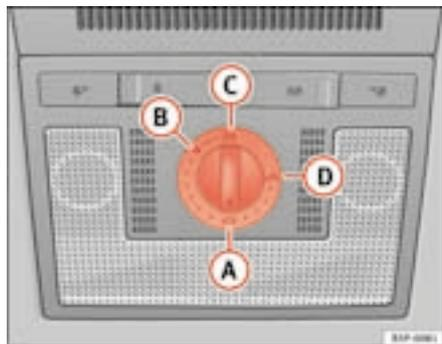

Fig. 70 Pormenor do revestimento interior do tejadilho: botão giratório do tecto de abrir / de levantar
- Rodar o botão giratório para a posição **A** ⇒ fig. 70 ⇒